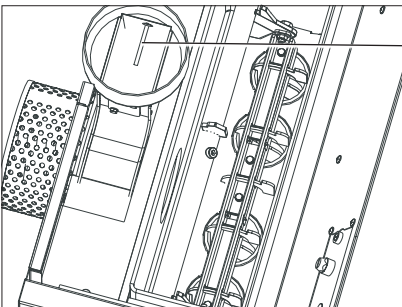

Fig. 67 Nettoyer les surfaces d'échange supérieures
- Nettoyer complètement les parties supérieures de la surface d'échange – Fig. 67.